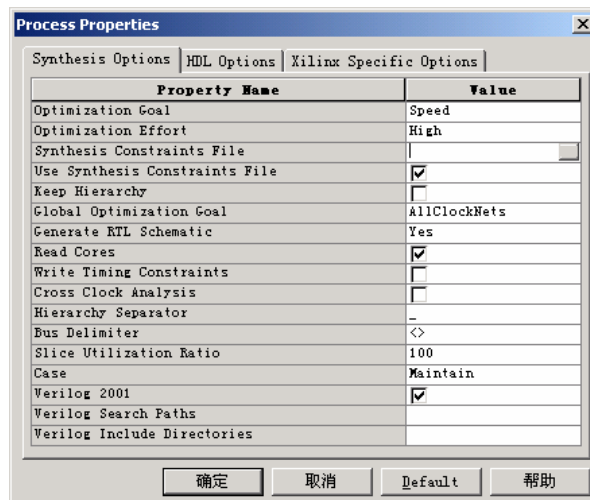
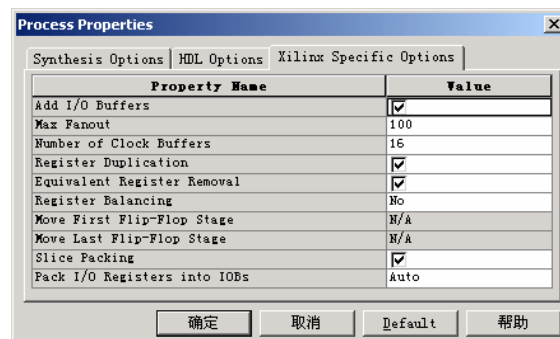

图4-72 设置 XST 综合参数
图4-74 设置 XST Xilinx 专用参数
2. 在工程资源窗 (Sources in Project) 选中顶层文件，然后在当前资源操作窗 (Processes for Current Source) 选中综合步骤 (Synthesize)，单击  按钮，编辑操作步骤属性。XST 综合属性的设置包括综合参数设置，HDL 源代码参数设置，Xilinx 专用参数设置，按照图 4-72~图 4-74 所示分别设置。